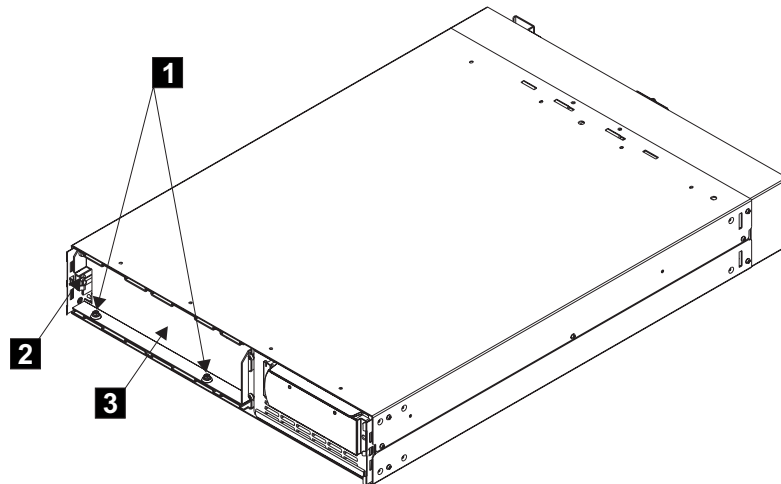

図 28. バッテリー保持ブラケットの取り外し
- c. 2 つのボルト **1** と、ブラケットの左側にある追加のナット **2** を外します (図 28 を参照)。次に、バッテリー保持ブラケット **3** を取り外します。